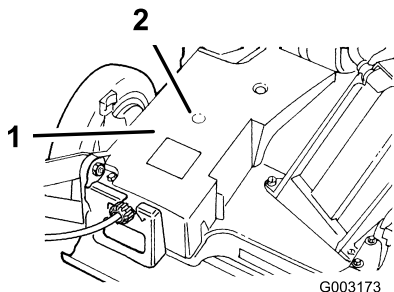

Figura 29
2. Conecte una pistola de engrasar en el punto de engrase a través del hueco de la cubierta de la correa (Figura 29).